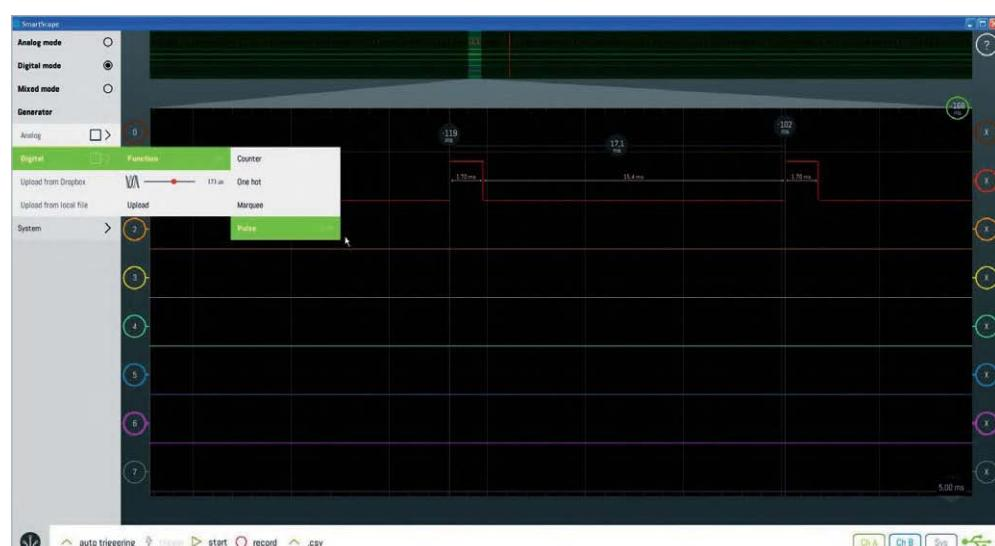

Bild 14: Digital signalgenerator: integrierte Signalform
Mit dem Digital signalgenerator des SmartScope lassen sich vier digitale Signale (3,3 V oder 5 V) mit jeweils bis zu 50 MHz erzeugen. Auch hier kann man auf vorinstallierte Signalverläufe zugreifen (**Bild 14**) oder per Excel eigene digitale Signalverläufe definieren, diese in Excel als .csv-Datei exportieren und die .csv-Datei in das SmartScope laden.
- Viele Messpunkte (horizontal/vertikal) durch Wischen vom Rand einfügbar (Bild 14). Differenzmesswerte werden automatisch zwischen letztem und vorletztem Messpunkt angezeigt. Durch Anklicken von Differenzmesspunkten zwischen Frequenz und Zeit umschaltbar